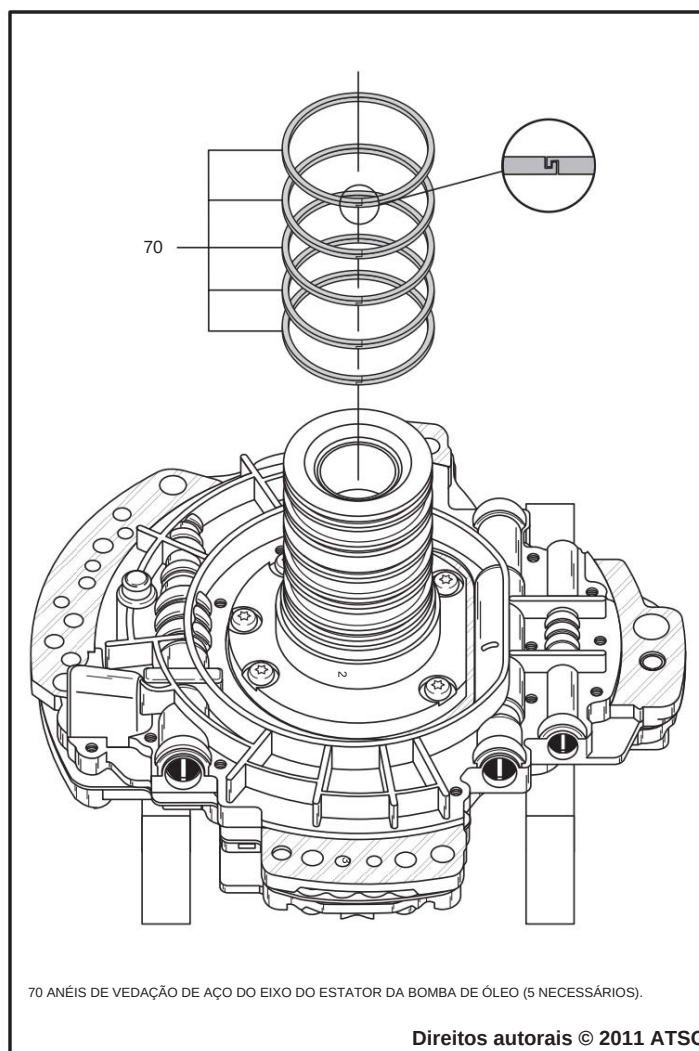

Figura 118
18. Instale cinco novos anéis de vedação no suporte do estator em suas respectivas ranhuras e certifique-se de que estejam devidamente engatados (consulte a Figura 118).